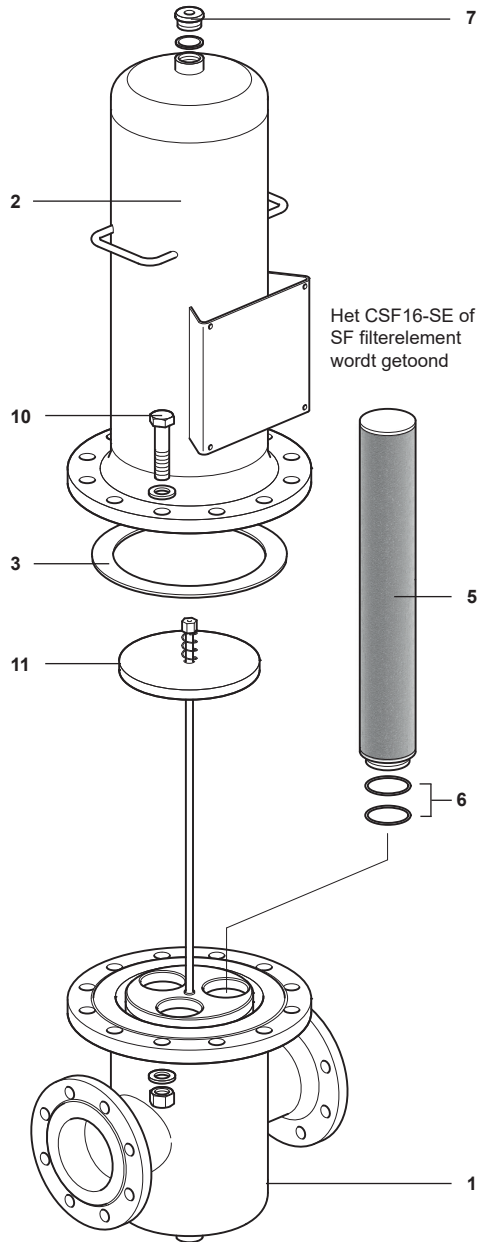

Fig. 8 DN100 en DN150L
2. De behuizingsring (4) of behuizingsbouten (10) die de kop van de filterbehuizing (2) en de kom van de filterbehuizing (1) samenhouden, moeten met de passende sleutel worden losgedraaid. De kop van de filterbehuizing (2) kan dan worden verwijderd.
3. De afdichtingen van de filterelementen (2 stuks, item 6) moeten worden gesmeerd met een voor de toepassing geschikt smeermiddel, alvorens ze in de kom van de filterbehuizing te monteren. (1).
4. Het filterelement (5 - let op: er zijn meerdere elementen voor de grotere maten) moet voorzichtig in de kom van de filterbehuizing (1) worden geduwd.
5. **Wanneer meerdere elementen zijn gemonteerd**, moet de filtersteunconstructie (11) worden geassembleerd en gemonteerd zoals aangegeven in Fig. 8.
6. Zorg ervoor dat de afdichting van de filterbehuizing (3) gemonteerd is.
7. **Voor maten DN8 tot en met DN80:** De behuizingsring (4) moet dan voorzichtig in de zitting van de kop van de filterbehuizing (2) worden geplaatst, waarna de kom van de filterbehuizing (1) voorzichtig over het filterelement wordt neergelaten en de behuizingsring (4) wordt vastgedraaid. De behuizingsring (4) is ontworpen met een grove schroefdraad om de kans op vastlopen te minimaliseren. Smeren van de schroefdraad is normaliter niet nodig. Indien nodig kan echter een smeermiddel voor schroefdraad worden gebruikt.
**Voor maten DN100 en DN150:** Laat de kop van de behuizing (2) voorzichtig over de filterelementen zakken en plaats hem op de kom van de behuizing (1). Draai de bouten van de behuizing aan tot het aanbevolen aanhaalmoment - zie Tabel 1.